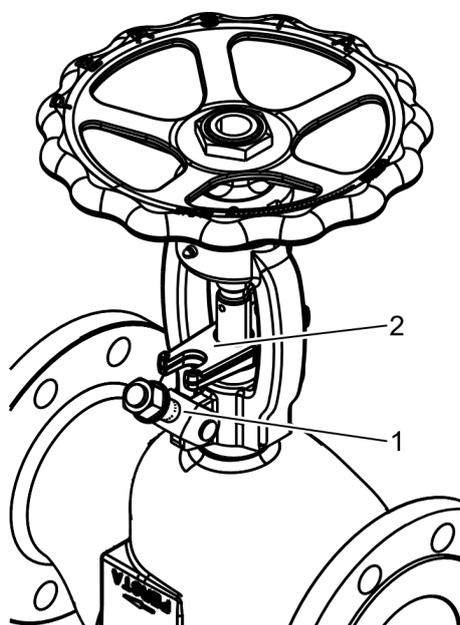

Fig. 40: Plegar los tornillos del prensaestopas
4. ➤ Suelte las tuercas del prensaestopas (Fig. 40/2) hasta que las armellas (Fig. 40/1) puedan plegarse hacia un lado.
5. ➤ Desplace hacia arriba todo lo posible el prensaestopas (Fig. 40/2).